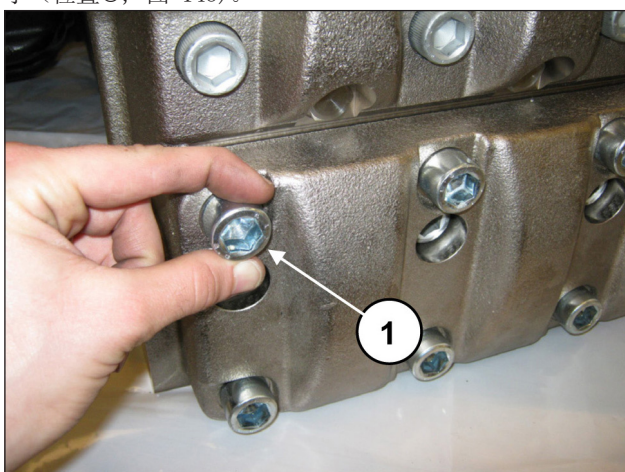
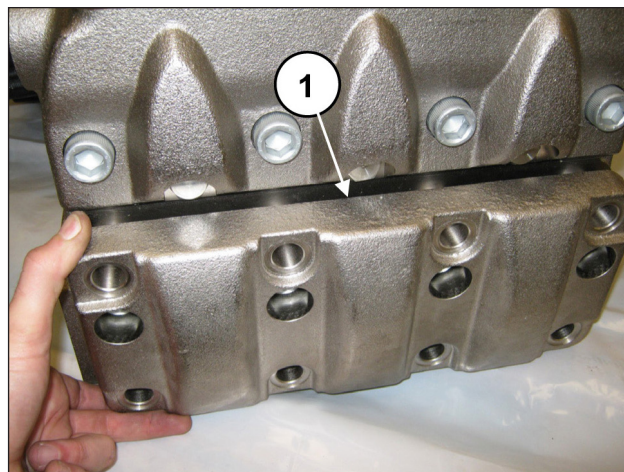

图 142
图 143
拧松吸入阀盖的8个M18x65螺丝 (位置①, 图 142) 并拆除盖子 (位置①, 图 143)。